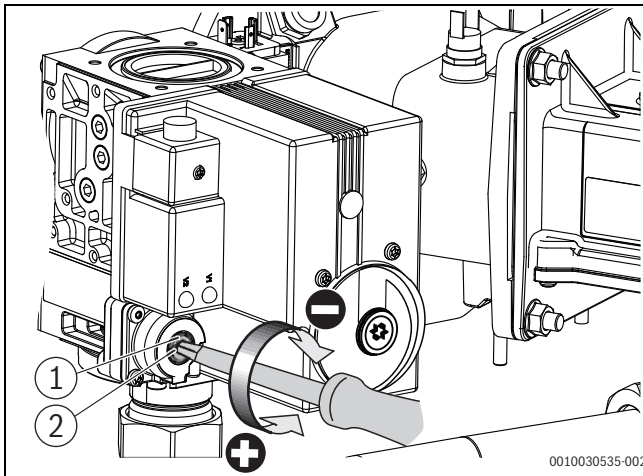

Bild 17 O₂-Gehalt bei Teillast einstellen (Kesselgröße 150 kW [bis V03] – 300 kW)
- Verschlusssschraube an der Gasarmatur herausdrehen (→Bild 17).
- O₂-Wert an der Teillast-Einstellschraube einstellen (→Bild 17).